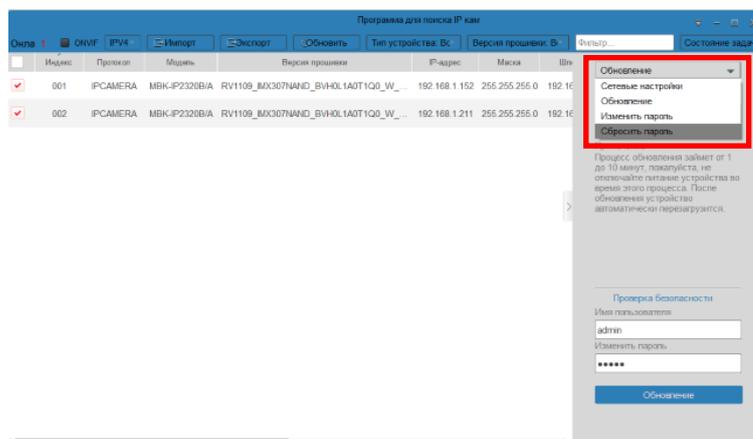

Рисунок 27
3.19. Нажать строку «Обновление» (рисунок 27).
3.20. Выбрать и нажать строку «Сбросить пароль» (рисунок 27).